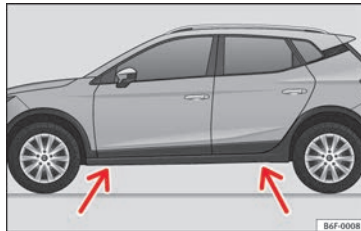

Abb. 82 Aufnahmepunkte für den Wagenheber.
• Suchen Sie am Längsträger die Markierung des Aufnahmepunktes für den Wagenheber (Eindrückung), die dem zu wechselnden Rad am nächsten liegt »» **Abb. 82**.